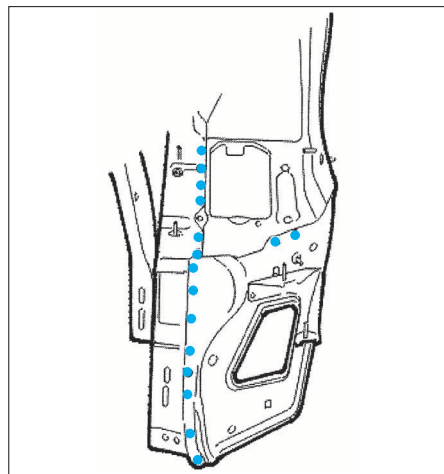

FIG. 20
- Souder à la pointeuse électrique (Fig.20).